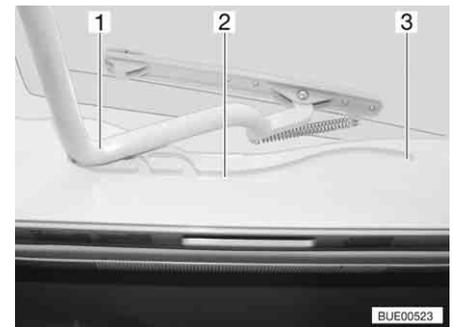

Fig. 68 Lanterneau Heki, glissière
- Tirer l'étrier (Fig. 68,1) dans les glissières (Fig. 68,2) jusqu'à la position la plus reculée (Fig. 68,3).
- Pousser l'étrier (Fig. 68,1) légèrement vers le haut avec les deux mains.
- Tirer l'étrier dans les glissières (Fig. 68,2) jusqu'à la position souhaitée.